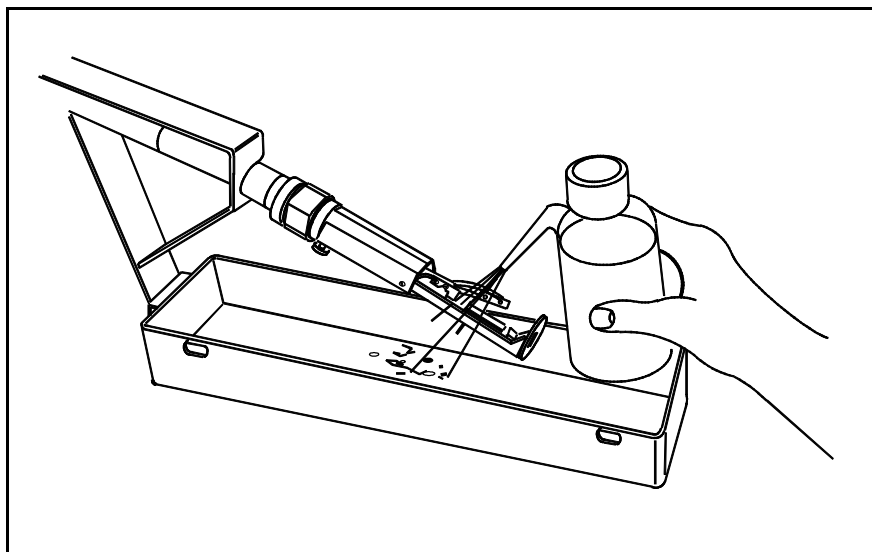

Figura 6-8. Limpando o Cabeçote
7. Certifique se o cabeçote está apontado para baixo na bandeja de serviço aterrada. Retire qualquer partícula contaminante, usando produtos de limpeza, solventes ou compostos, recomendados pela VIDEOJET (refira à Figura 6-8).